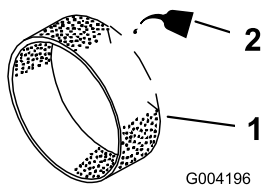

Figure 19
- Imbibez le préfiltre de 30 à 60 ml (1 à 2 oz) d'huile moteur (Figure 19).